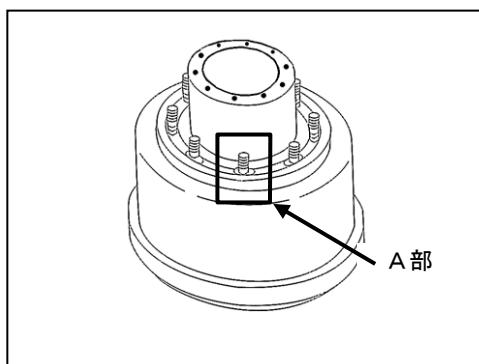

図 1 ハブ、ドラム
(図 1)
1. ハブの摩耗部と未摩耗部との段差（図 1 の A 部）をシックネスゲージにて測定する。